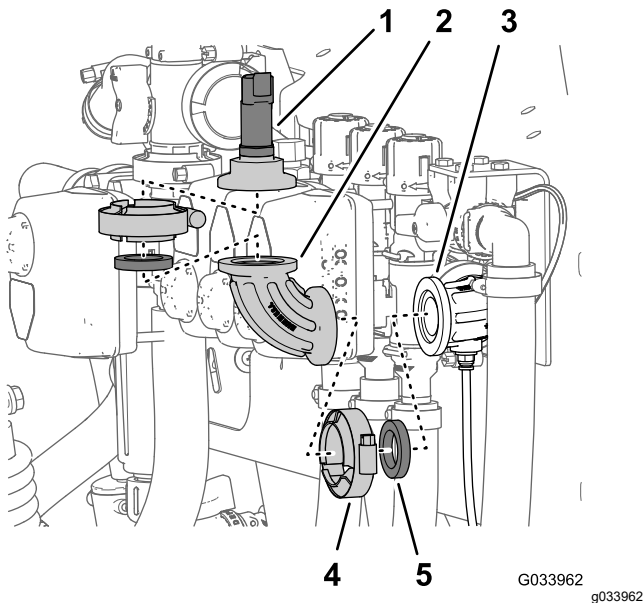

図 10
2. 水圧トランスデューサを90° フィッティングに固定しているフランジクランプを外して、トランスデューサ、ガスケット、フランジクランプを外す 図 10。
3. 90° フィッティングをセンサチューブ用コネクタ付き90°に固定しているフランジクランプを外して、90° フィッティング、ガスケット、フランジクランプを外す 図 10。